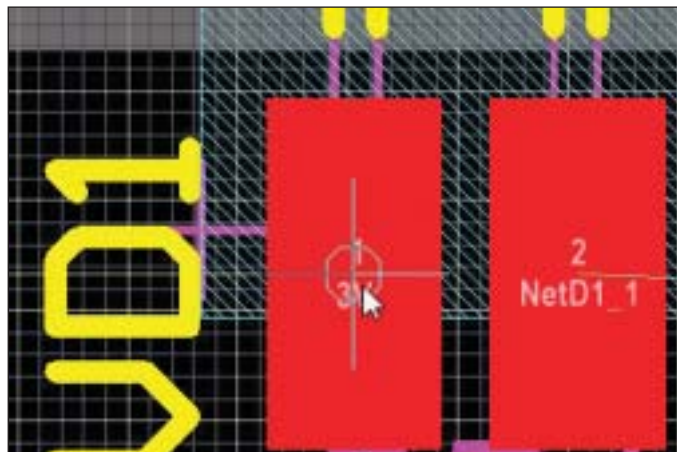

Рис. 79. Начало прокладки проводника
2. Подведите курсор к первому выводу светодиода (рис. 79).